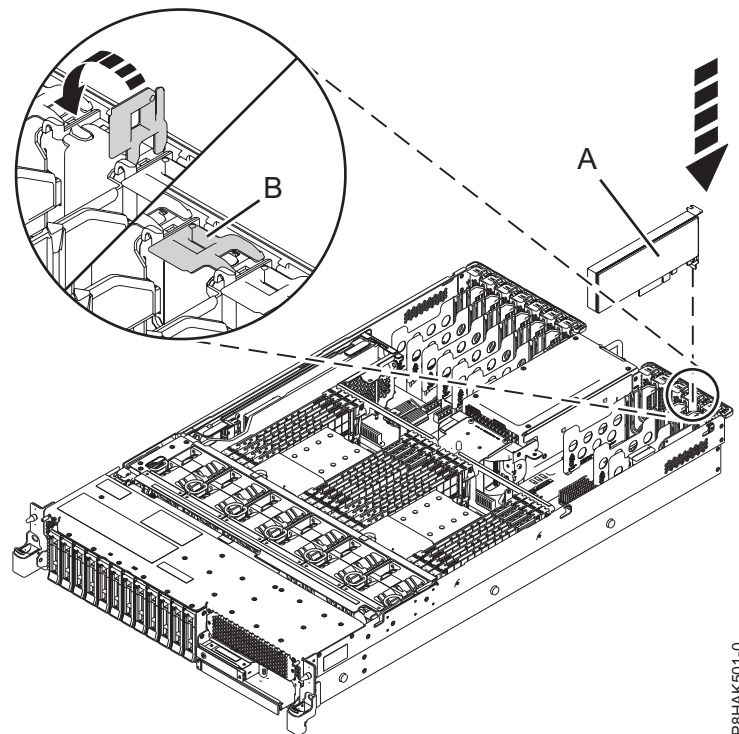

Figura 6. Instalación o sustitución de un adaptador PCIe en el sistema 5148-21L, 5148-22L, 8247-21L, 8247-22L, 8284-21A o 8284-22A
8. Si el pestillo del adaptador (**B**) en la ranura de destino no está todavía en la posición de abierto, tire del pestillo hasta la posición de abierto, girándolo hacia fuera desde su punto de fijación, situado en la parte posterior del sistema, como se muestra en la Figura 6.
9. Sujete con cuidado el adaptador por el borde superior o la contrapunta, y alinéelo con la ranura y con el conector de la placa del sistema (**A**), como se muestra en la Figura 6.
11. Para bloquear el adaptador en la ranura, gire el pestillo del adaptador (**B**) en la dirección que se muestra en la Figura 6.